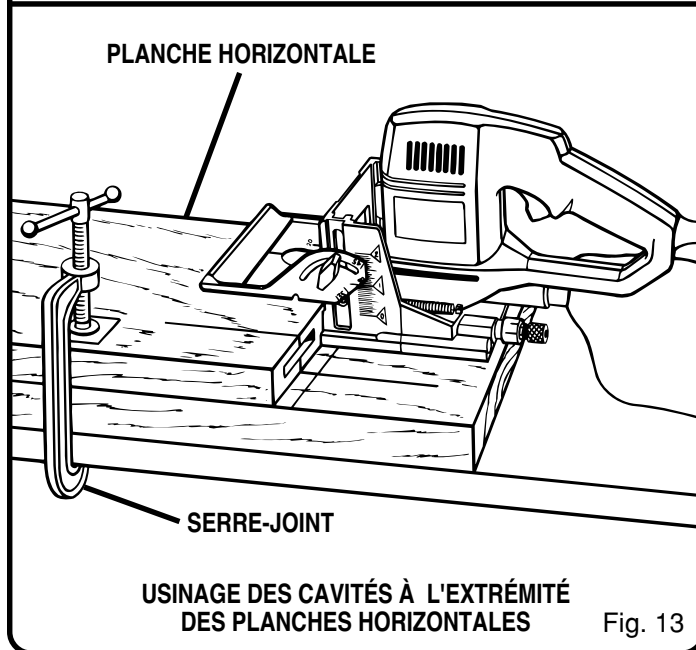

Fig. 13
4. Branchez le câble de la machine d'assemblage sur la prise de courant, et usinez les cavités nécessaires dans chaque composant nécessitant des cavités aux extrémités. Voir figure 13. Exécutez le processus décrit à la section «**Assemblages chant sur chant**». Réglez la position angulaire du guide à 90°; réglez la position verticale du guide à la valeur désirée, à l'aide de la graduation; sélectionnez la profondeur de coupe correcte, adaptée à la taille d'une lamelle qui sera utilisée; immobilisez fermement la pièce à l'aide d'un serre-joint, puis usinez chaque cavité à l'intersection marquée des lignes axiales.